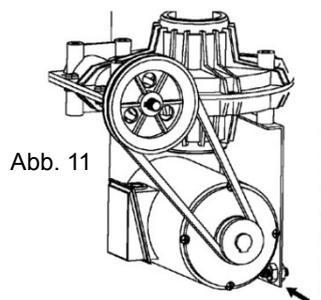

Abb. 11
- Die Spannung des Keilriemens alle 6 Monate prüfen (Abb. 11).